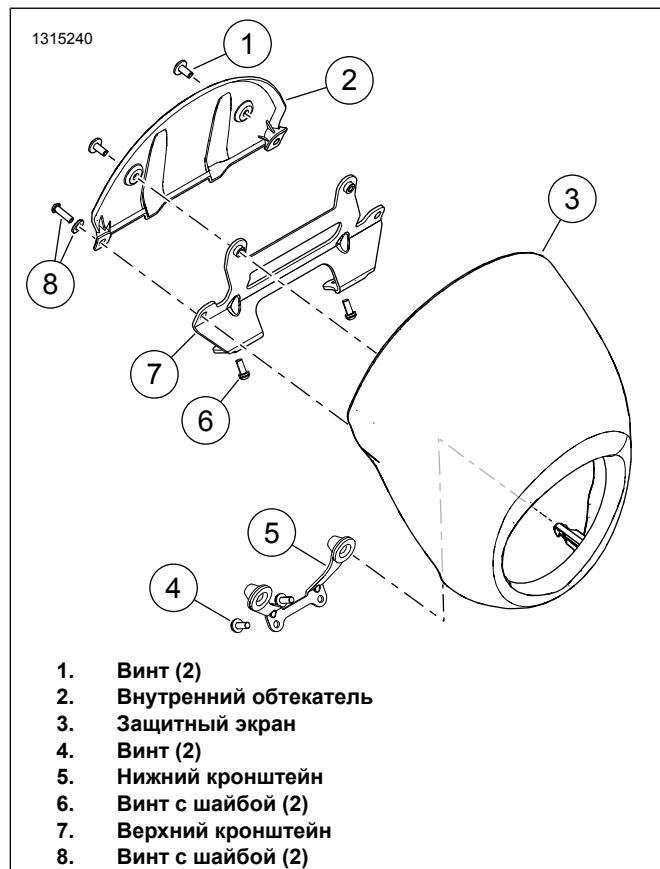

Рисунок 2. Защитный экран FXLRS
- См. Рисунок 2 . Снимите защитный экран
- Выверните винты с шайбами (8).
- Снимите защитный экран (3) с верхнего кронштейна (7).
- Стяните обтекатель фары с нижнего кронштейна (5), чтобы снять штифты (6) с уплотнительных втулок.
- Снимите винты (1).
- Снимите внутренний обтекатель (2).
- a. Выверните винты (6).
- b. Снимите верхний кронштейн (7).